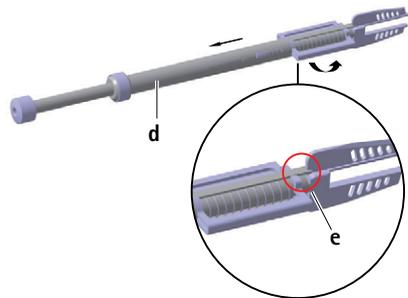

Fig. 3
- ▶ Far scattare in posizione nella traversina dello scalpello la scanalatura **e** della gabbia **d**, vedere Fig. 3.